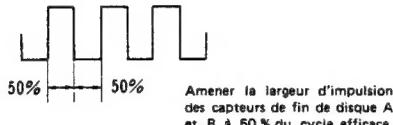

Fig. 14-3 Forme d'onde de sortie 1
- Tout en veillant à ce qu'aucune lumière extérieure n'atteigne le capteur, régler VR1 et VR2 de manière à ce que la forme d'onde de sortie (impulsion) pour les capteurs A et B soit d'environ 50 % du cycle efficace (Fig. 14-3, 14-5).